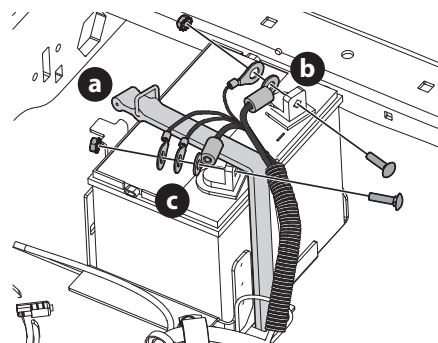

Figure 33
2. Retirez le boulon et l'écrou qui fixent le groupe de câbles négatifs (b) à la borne négative de la batterie (marquée NEG (-)). Éloignez le câble de la borne négative de la batterie (Figure 33).
3. Retirez le boulon et l'écrou qui fixent le groupe de câbles positifs (c) à la borne positive de la batterie (marquée POS (+)) (Figure 33).
4. Détachez la sangle (a) qui maintient la batterie en place (Figure 33).
NOTE : le faisceau de câbles doit être posé sur la sangle de maintien de la batterie, sous peine d'endommager le faisceau de câbles (Figure 33).